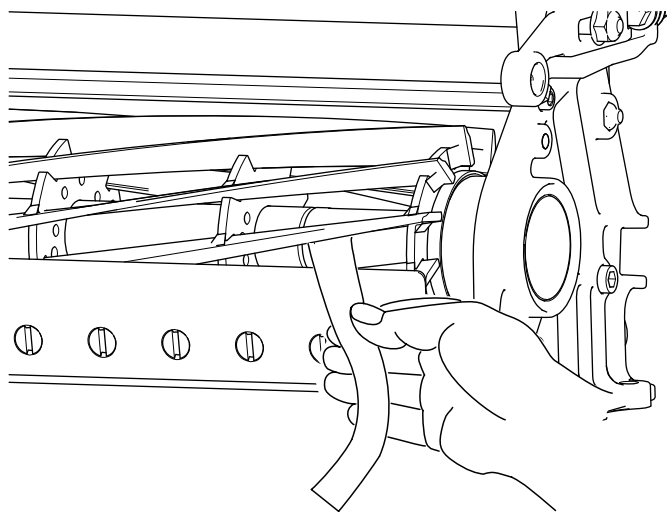

Figura 10
- B. Insira uma fita comprida de papel de desempenho de corte (Peça Toro N.º 125-5610) entre o cilindro e a lâmina de corte, perpendicular à lâmina de corte (**Figura 10**) e, em seguida, rode **lentamente** o cilindro para a frente; deve cortar o papel; caso contrário, repita os passos **A** e **B** até que o faça.
11. Insira uma fita comprida de papel de desempenho de corte (Peça Toro N.º 125-5610) entre o cilindro e a lâmina de corte, perpendicular à lâmina de corte (**Figura 10**) e, em seguida, rode **lentamente** o cilindro para a frente; deve cortar o papel; caso contrário, rode cada parafuso de ajuste da barra de apoio no sentido dos ponteiros do relógio 1 clique e repita este passo até que corte o papel.